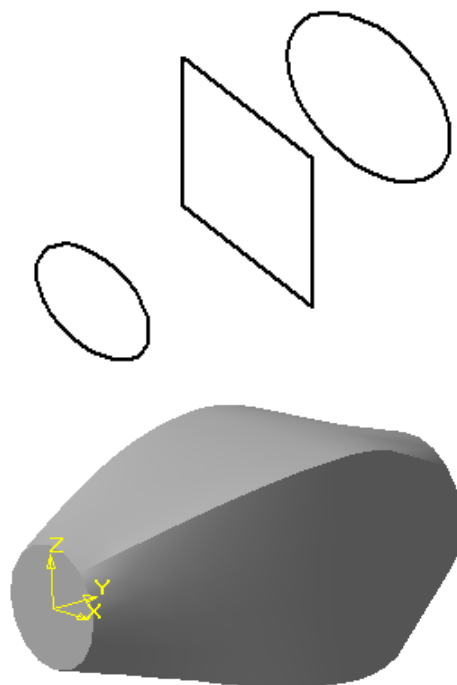

Рис. 2.23
4. **Операция по сечениям** – построение трехмерного объекта по нескольким контурам (сечениям), плоскости которых расположены параллельно друг другу (рис. 2.23).